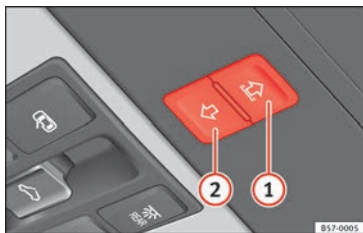

Fig. 133 Dans le ciel de pavillon : touches du store pare-soleil.
Les touches **» fig. 133 ① et ②** présentent deux niveaux. Le premier niveau permet d'ouvrir ou fermer entièrement ou partiellement le store pare-soleil.
• *Store pare-soleil* : avant que ne s'écoulent environ 5 secondes à partir de l'activation du dispositif anti-pincement, appuyez sur la touche » fig. 133 ② jusqu'à ce que le store se ferme complètement.